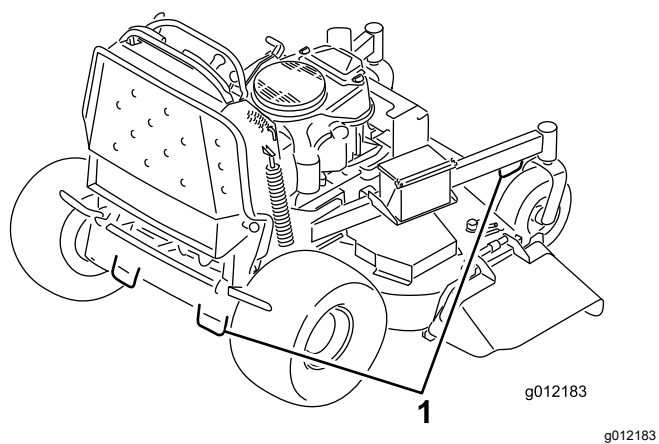

Figure 31
7. Arrimez la machine près des roues pivotantes avant et du pare-chocs arrière à l'aide de sangles, chaînes, câbles ou cordes (Figure 31). Reportez-vous à la réglementation locale concernant les exigences en matière d'arrimage.